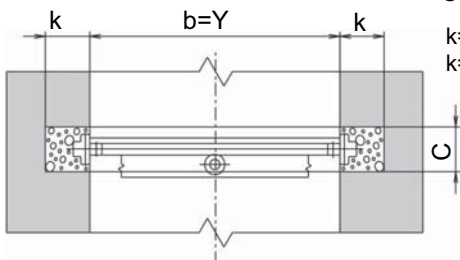

рис.13
- VAG ERI - EC для установки в штробу с последующим бетонированием (рис.13)